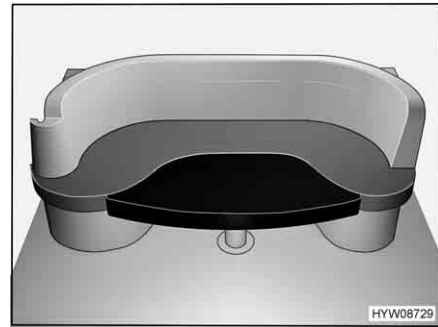

Fig. 67 Dopo la trasformazione
- Sistemare il cuscino aggiuntivo come illustrato nella Fig. 67.